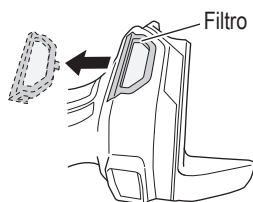

Fig. 22
- Si la malla está obstruida y no se pueden eliminar los residuos o el polvo, desmonte el filtro y límpielo con una pistola de aire, etc. (Fig. 22)